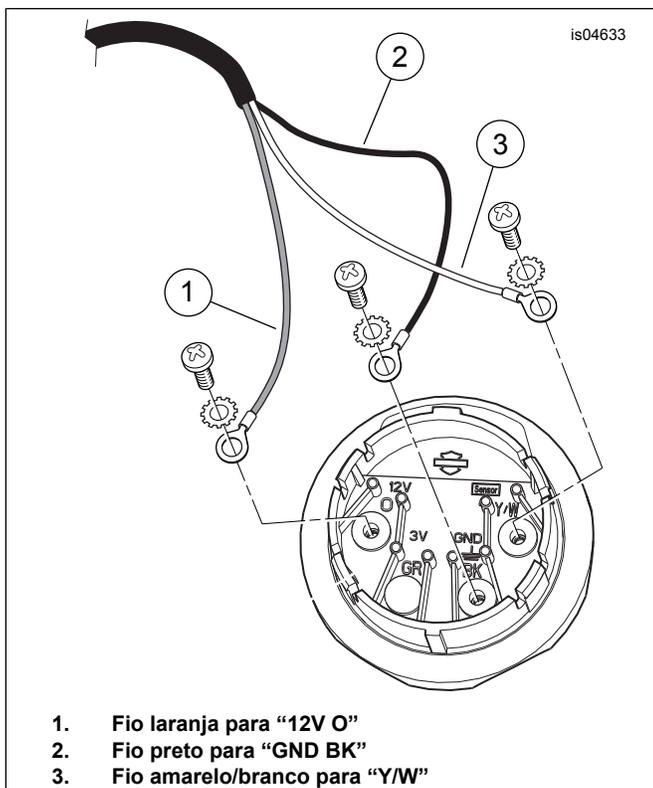

Figura 1. Conexões da fiação
2. Veja a Figura 1. Use três dos parafusos Phillips e arruelas do kit para conectar os fios como segue: Fixe o terminal de anel do fio laranja (1) na conexão do indicador marcada com "12V" e "O" (laranja) usando um parafuso e uma arruela. Fixe o terminal de anel do fio preto (2) na conexão marcada com "GND" (terra) e "BK" (preto) usando um parafuso e uma arruela. Fixe o terminal de anel do fio amarelo/branco (3) na conexão marcada com "Y/W" (amarelo/branco) usando um parafuso e uma arruela.
3. Enquanto abaixa com cuidado o indicador de combustível, alimente o chicote de fios (2) para baixo no tubo de drenagem até que os três fios curtos (laranja, preto, amarelo/branco) saiam pelo furo no fundo do tanque de combustível. Puxe com cuidado os fios para remover a folga enquanto instala o indicador no tanque de combustível. Não gire o indicador durante a instalação. Segure o indicador com firmeza e pressione-o para baixo até que encaixe no lugar.
4. Instale os três fios com os terminais macho (B) nas cavidades corretas do conector macho de 4 pinos (4) do kit. Veja abaixo e o Apêndice B de um Manual de serviço apropriado. – Cavidade 1: Laranja – Cavidade 2: Amarelo/branco – Cavidade 3: Aberto – Cavidade 4: Preto